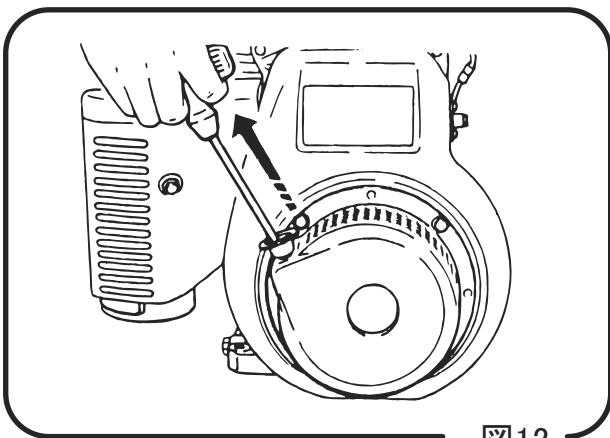

図12
- 4 リコイルスターターノブを握り、少し引くと軽く手応えがあります。そこから勢い良く引っ張って下さい。この時、ロープをあまり引っ張り過ぎますとロープを引き抜くおそれがありますからご注意下さい。(図 12)